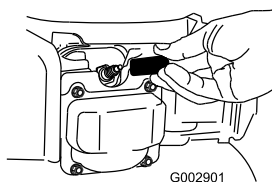

Figura 20
2. Staccate il cappello dalla candela (Figura 20) prima di eseguire interventi di manutenzione.